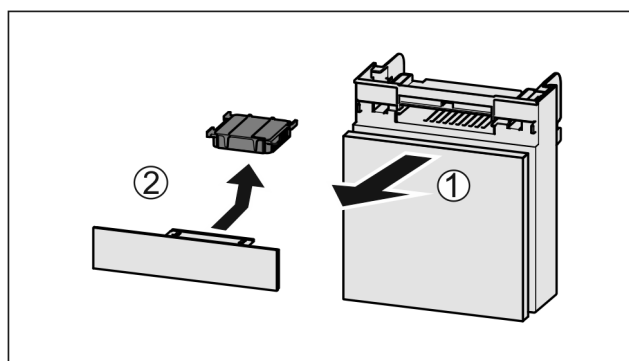

Fig. 220
► Tërhiqni kutinë nga përpara Fig. 220 (1).
► Hiqni filtrin me karbon aktiv Fig. 220 (2).